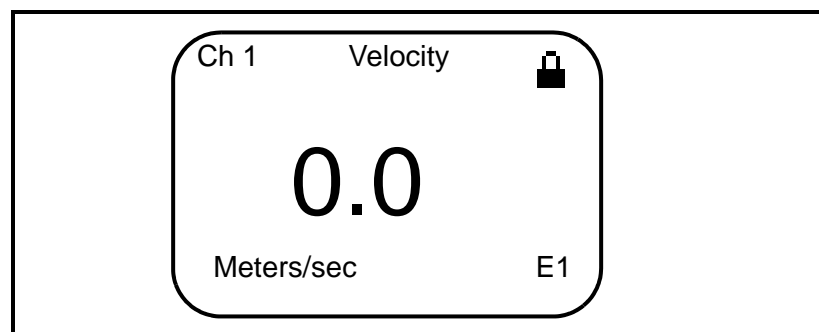

Figure 4 : Écran de l'UTX878 avec le programme verrouillé
5. Appuyez sur [ESC] pour retourner au programme utilisateur ou continuez à appuyer sur [ESC] pour retourner à l'écran d'affichage. Si vous avez choisi de verrouiller complètement l'UTX878, l'écran qui s'affiche est similaire à celui de la *figure 4* ci-dessous, avec un verrou plein dans l'angle supérieur droit. (Pour un débitmètre sur lequel seul le programme utilisateur est verrouillé, le verrou laisse apparaître un trou de serrure au centre.)